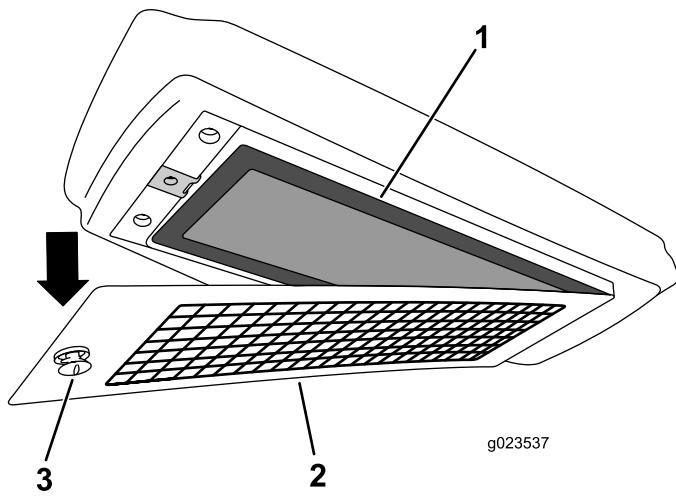

Figura 163
4. Retire el filtro de aire de la carcasa, y sustituya el elemento del filtro (Figura 163).